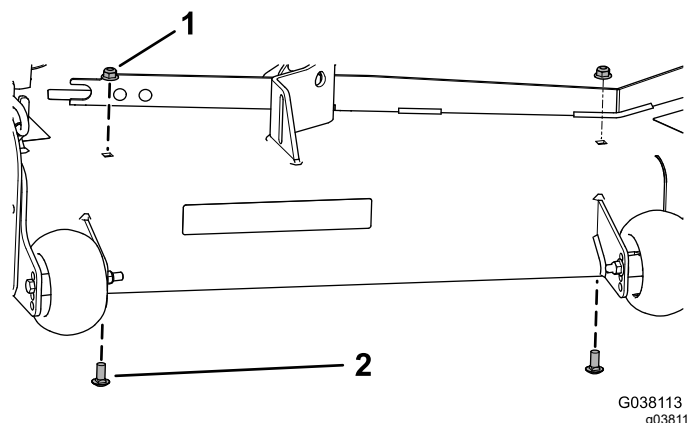

Figura 25
1. Retire las 2 tuercas con arandela prensada existentes ($\frac{3}{8}$ ") y 2 pernos de cuello cuadrado ($\frac{3}{8}$ " x $\frac{7}{8}$ ") de la carcasa de corte (Figura 25).